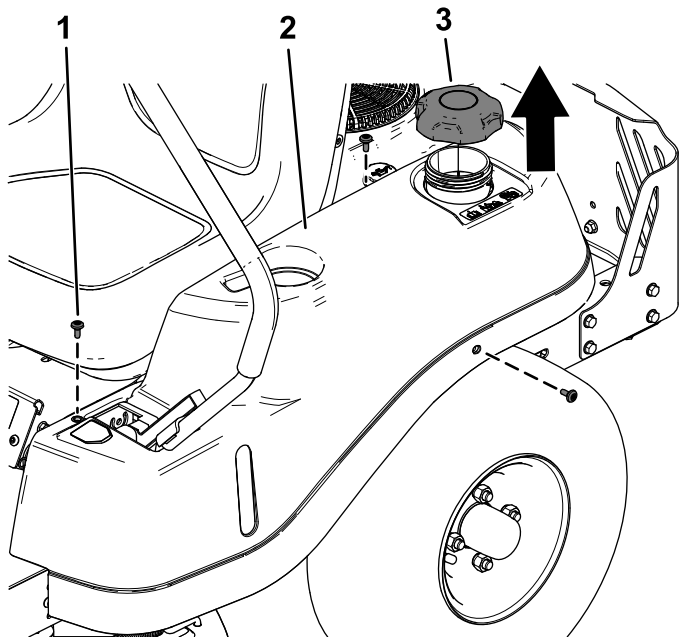

Figura 2
1. Retire los 3 tornillos de cuello largo de cada compartimento y retire los compartimentos de ambos lados de la máquina (Figura 2).
Retire el tapón del depósito de combustible antes de retirar el compartimento izquierdo (Figura 2).